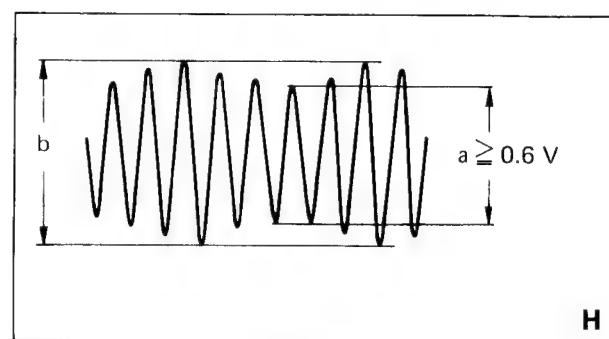

Bild 3-3
2. Oszilloskop an TP 4, die kleinste Amplitude muß größer als $0,6 V_{ss}$ sein (Bild 3-3).